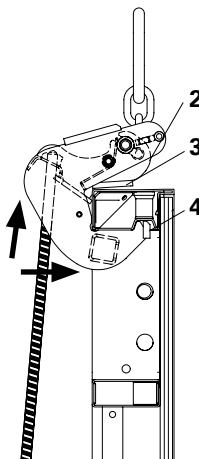

Fig. 5
1. Placer en poussant le mors de serrage (2) en position extérieure extrême contre la force du ressort, à la main ou à l'aide d'une barre de serrage, et pousser le crochet de levage sur le profilé de rive jusqu'à ce que la came d'appui (4) s'engage dans la moulure du profilé de rive. (Fig. 5)
2. Le mors de serrage (2) se ferme sous l'effet du ressort. Le crochet de levage est maintenu en position de fermeture par la force du ressort, même en cas de réduction de la traction.
La plaque de pression (3) doit reposer entièrement sur le profilé de rive. (Fig. 5)